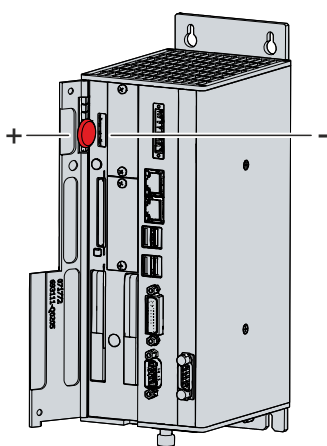

図 25: C6930電池交換
2. 新しい電池を手で挿入してください。極性に注意してください。電池のマイナス極は、産業用PCの電源コネクタの方を向くように挿入してください (図25 参照)。